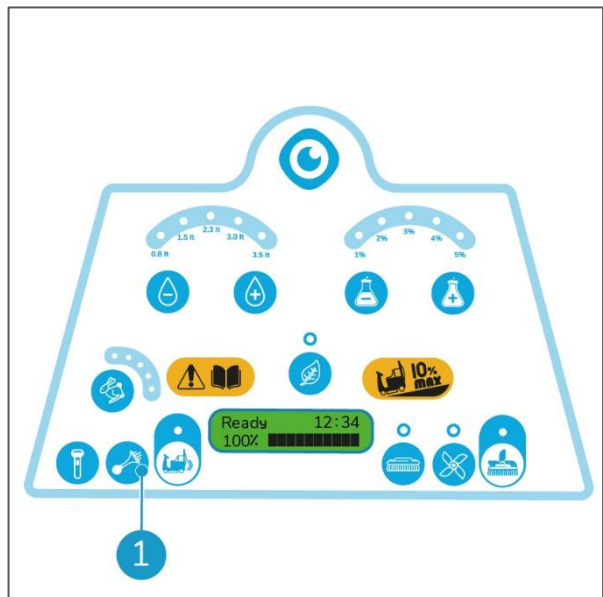

Figura 25
1. Pulsa el botón de la bocina (Figura 25, pos. 1) para hacerla sonar.